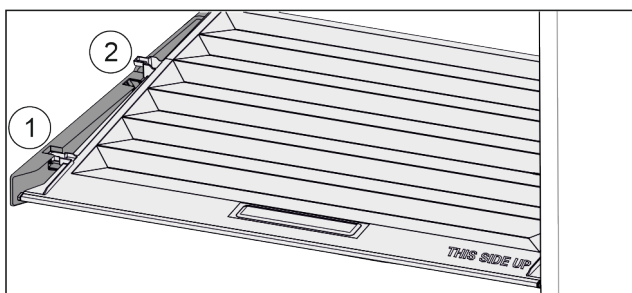

Fig. 62
- ▶ Deckel bis zur Öffnung in den Halteteilen nach vorne ziehen Fig. 62 (1).
- ▶ Hinten von unten anheben und nach oben wegnehmen Fig. 62 (2).